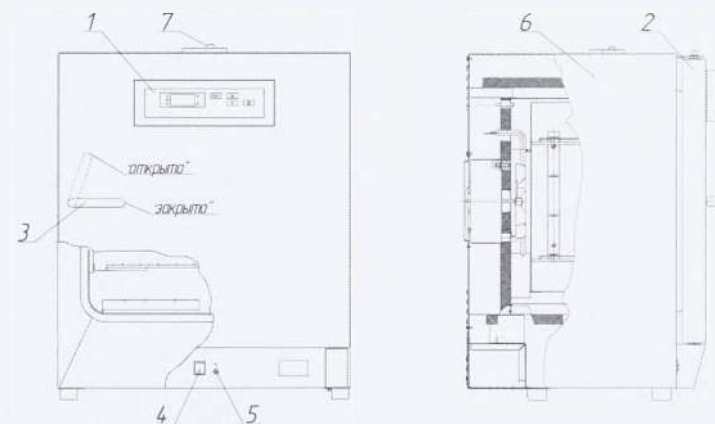
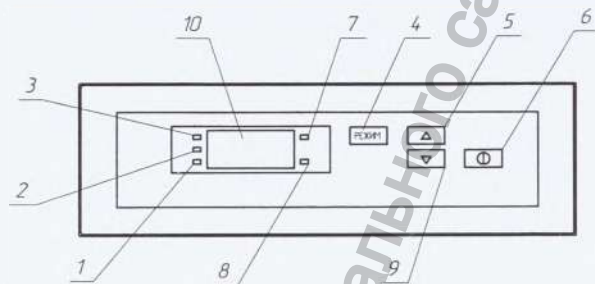

Рисунок 1. Общий вид.
Рисунок 2. Блок управления.
Установить выключатель (поз. 4, рис. 1) в положение " I ". На блоке управления загорится индикатор (поз. 7, рис. 2), информационное табло (поз. 10, рис. 2) отображает текущую температуру в стерилизационной камере.
Для выбора режима стерилизации нажать на поле "РЕЖИМ" (поз. 4, рис. 2) и выбрать нужный, путем нажатия на одно из полей "Δ", "∇" (поз. 5, 9, рис. 2).
Для запуска выбранного режима кратковременно (не более 2 сек) нажать на поле "⓪" (поз. 6, рис. 2). Стерилизатор перейдет в фазу «НАГРЕВ», начнет мигать индикатор "НАГРЕВ"/"ВЫДЕРЖКА" (поз. 3, рис. 2). Информационное табло индицирует изменение температуры в камере. Происходит нагрев до установленного значения температуры.
В фазе «ОХЛАЖДЕНИЕ» индикатор продолжает показывать изменение температуры в камере и горит индикатор "ОХЛАЖДЕНИЕ" (поз. 2, рис. 2). Температура в камере падает. При понижении температуры до 75 °С гаснет индикатор "ОХЛАЖДЕНИЕ", загорается индикатор "ВЫГРУЗКА" (поз. 1, рис. 2) и звучит прерывистый звуковой сигнал, который выключается через 1 минуту.
2.3.2 Установить выключатель (поз. 4, рис. 1) в положение " I ". На блоке управления загорится индикатор (поз. 7, рис. 2), информационное табло (поз.10, рис. 2) показывает текущую температуру в стерилизационной камере.
2.3.3 В алгоритм работы стерилизаторов, заложена возможность автоматического запуска прерванного (в результате кратковременного пропадания питающего напряжения) цикла. Если после включения произошел автоматический запуск цикла, то для его остановки необходимо нажать на поле "⓪" (поз. 6, рис. 2) и удерживать его в течение 3 секунд.
2.3.4 Для выбора режима стерилизации необходимо нажать на поле "РЕЖИМ" (поз. 4, рис. 2) (на информационном табло попеременно отображаются установленная температура и время выдержки) и выбрать требуемый, путем нажатия на одно из полей "Δ" или "∇" (поз. 5, 9, рис. 2). Для выбора доступны четыре предустановленных заводом-изготовителем режима работы, соответствующие требованиям ГОСТ 22649-83 (таблица 3). Запуск цикла осуществляется коротким (не более 2 сек) нажатием поля "⓪".
2.3.5 Стерилизатор запоминает в энергонезависимой памяти последний запущенный режим. Для его повторного запуска можно сразу нажать на поле "⓪" (поз. 6, рис. 2), не производя выбор вновь.
После перехода в состояние редактирования режима начнет мигать индикатор температуры (поз. 7, рис. 2). Нажатием на поля «Δ» и «∇» установите нужное значение температуры.
После установки требуемой температуры, для перехода к заданию времени выдержки, необходимо удерживать нажатым поле «РЕЖИМ» в течении 3-х секунд. Начнет мигать индикатор времени (поз. 8, рис. 2). Нажатием на поля «Δ» и «∇» установите нужное значение времени выдержки.
2.3.8 При достижении заданной температуры стерилизатор переходит в фазу «ВЫДЕРЖКА». Включается светодиодный индикатор " ВЫДЕРЖКА " (поз. 3, рис. 2), информационное табло попеременно индицирует время выдержки и текущую
2.3.9 В фазе «ОХЛАЖДЕНИЕ» индикатор продолжает показывать изменение температуры в камере и горит индикатор "ОХЛАЖДЕНИЕ" (поз. 2, рис. 2). Температура в камере падает.
2.3.10 При понижении температуры до 75 °C гаснет индикатор "ОХЛАЖДЕНИЕ", загорается индикатор "ВЫГРУЗКА" (поз. 1, рис. 2) и звучит прерывистый звуковой сигнал (в течении 1 минуты), после чего можно открыть дверь и произвести выгрузку.
2.3.11 По окончании работы установить сетевой выключатель в положение "0" (поз. 4, рис. 1).